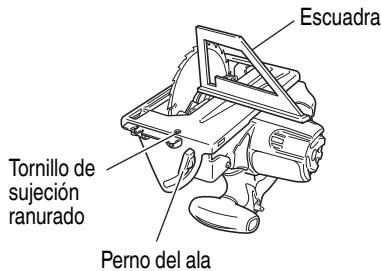

Fig. 21
(1) Gire la base hacia arriba (Fig. 21) y afloje el perno del ala.